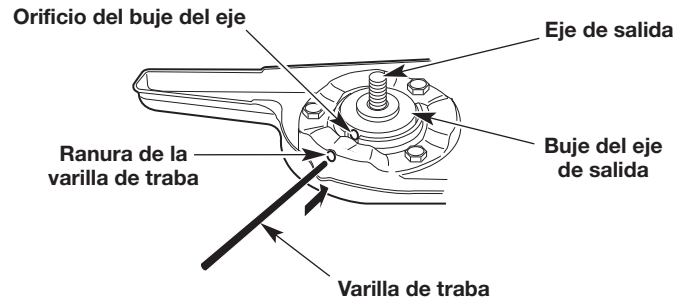

Fig. 18
1. Alinee el orificio del buje del eje con la ranura de la varilla de traba (Fig. 18). Inserte la varilla de traba en la ranura de la varilla y el orificio del buje del eje (Fig. 18).
2. Alinee el orificio del buje del eje con la ranura de la varilla de traba (Fig. 18). Inserte la varilla de traba en la ranura de la varilla y el orificio del buje del eje (Fig. 18).